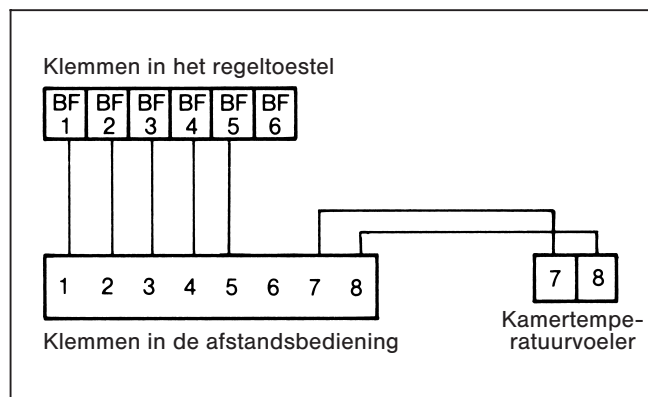

Afb. 2
- 2.2 Kamertemperatuurvoeler op een daartoe geschikte plaats met de bijgevoegde schroeven en pluggen bevestigen (Afb. 2).